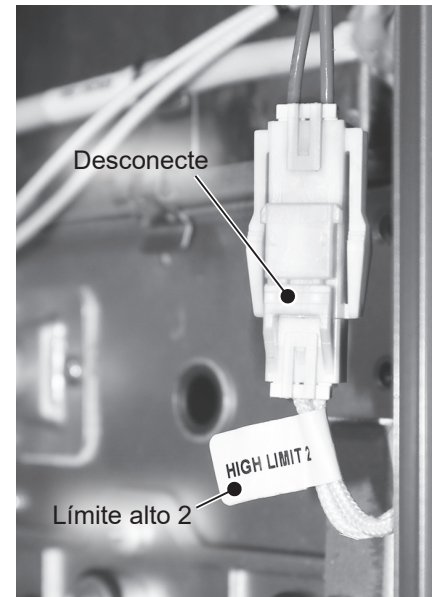

Figura 31 - Desconexión de límite alto 2
- 7 Ubique el mazo de cables de límite alto 2 y desconéctelo. Consulte la Figura 31.